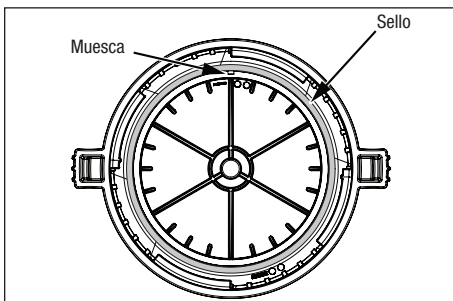

Figura 9. Junta tórica en el conjunto de la tapa
7. Inspeccione en la junta tórica ubicada en la tapa la presencia de residuos o daño. Consulte la *Figura 9*. Si fuera necesario, inserte un destornillador de punta plana por la muesca para retirar la junta tórica. Si se observaran degradación, residuos o desgaste de la junta tórica, reemplace el sello inmediatamente. Utilice únicamente lubricantes de junta tórica a base de silicona para facilitar el montaje.